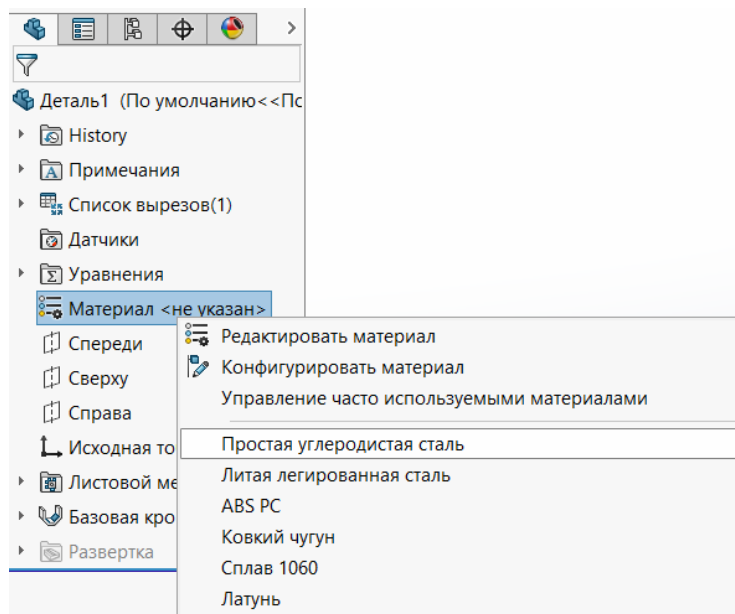

Рисунок 4 – выбор материала
6. Выбрать в качестве материала пористую углеродную сталь (рис. 4).